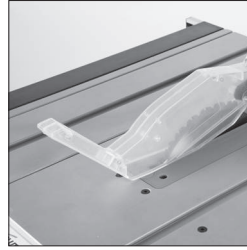

Fig. 17
- El pasador de posicionamiento de la protección se debe situar a través del orificio mecanizado en la doladera y con la arandela y la tuerca de seguridad fijadas en un lado. La protección de la hoja debe moverse fácil y suavemente hacia arriba y abajo, así que no apriete esta tuerca en exceso (**Fig. 17**).